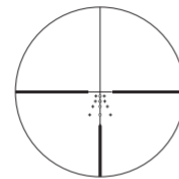
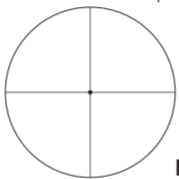

Fig. 3-1
Fig. 3-2
- 1 Pentru a vedea reticulul avansat BDC (fig. 3-1) sau reticulul fin în formă de cruce cu punct central (fig. 3-2), priviți prin ocular, cu ochiul poziționat la circa 10 cm (4 inch) distanță față de ocular. Aliniați corect ochiul față de lunetă și respectați distanța corectă de la pupilă la lentila ocularului, în caz contrar vederea va fi obturată.